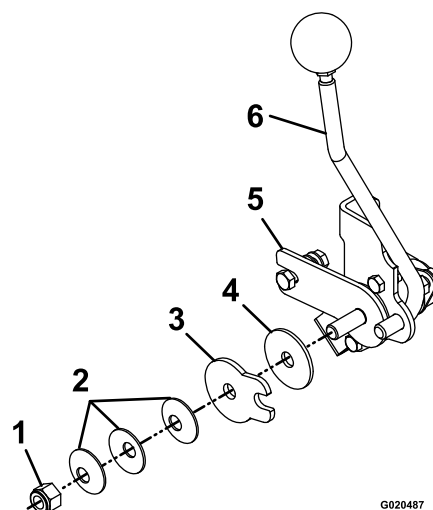

Figura 65
3. Reglai piulia pivotului, care este amplasată la capătul arborelui de control al micării, în faa consolei dreapta (Figura 65).